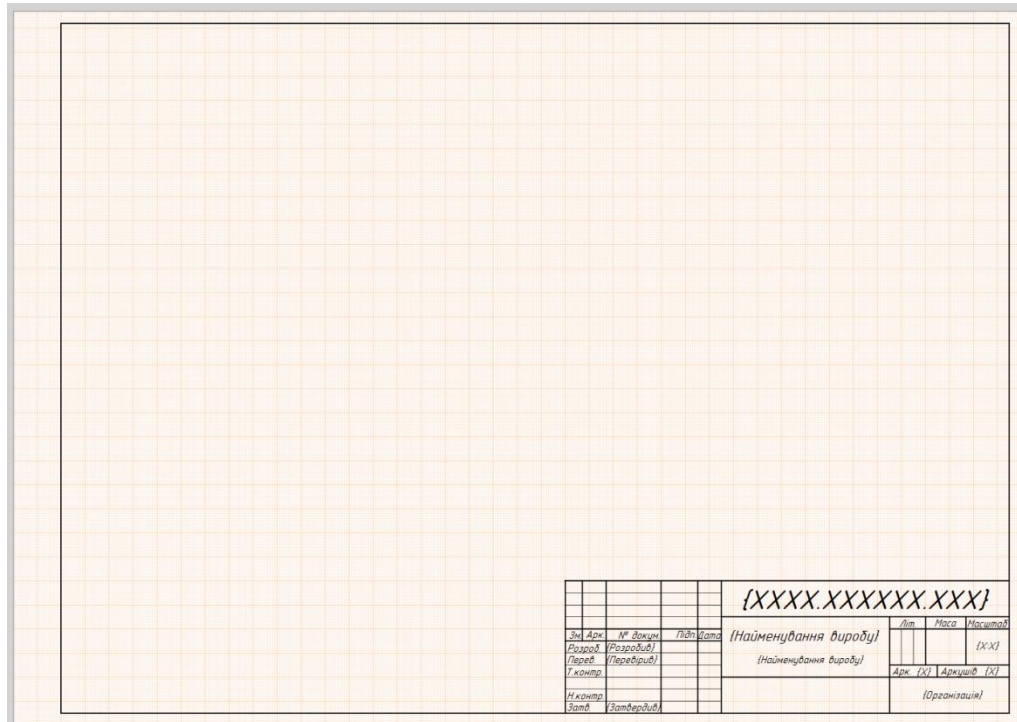

Рис. 6.2
5) Встановіть відмітку у пункті **Custom template**, натисніть **Browse** та оберіть шаблон "*Шаблон A3.DwsDot*" у папці з лабораторними. Натисніть **ОК**. Результат зображений на рис. 6.2.